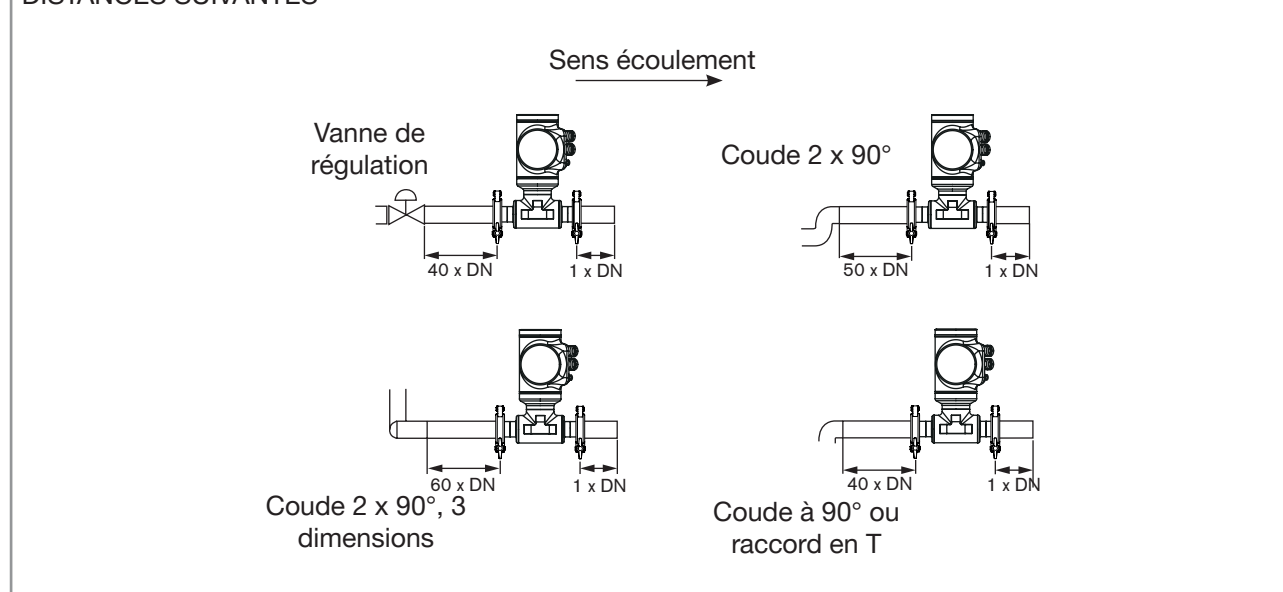

Fig. 14 : Distances en ligne droite en amont et en aval pour les conceptions de conduite spéciales (exemple pour une installation horizontale)
- Si vous ne pouvez pas installer l'appareil en amont d'une vanne ou tout autre équipement qui modifie le diamètre ou la direction des conduites, respecter les distances droites en aval en fonction de la conception des conduites. Se référer à la norme ISO 9104:1991 et à la Fig. 14. Si ces recommandations ne peuvent pas être respectées, contacter Bürkert.